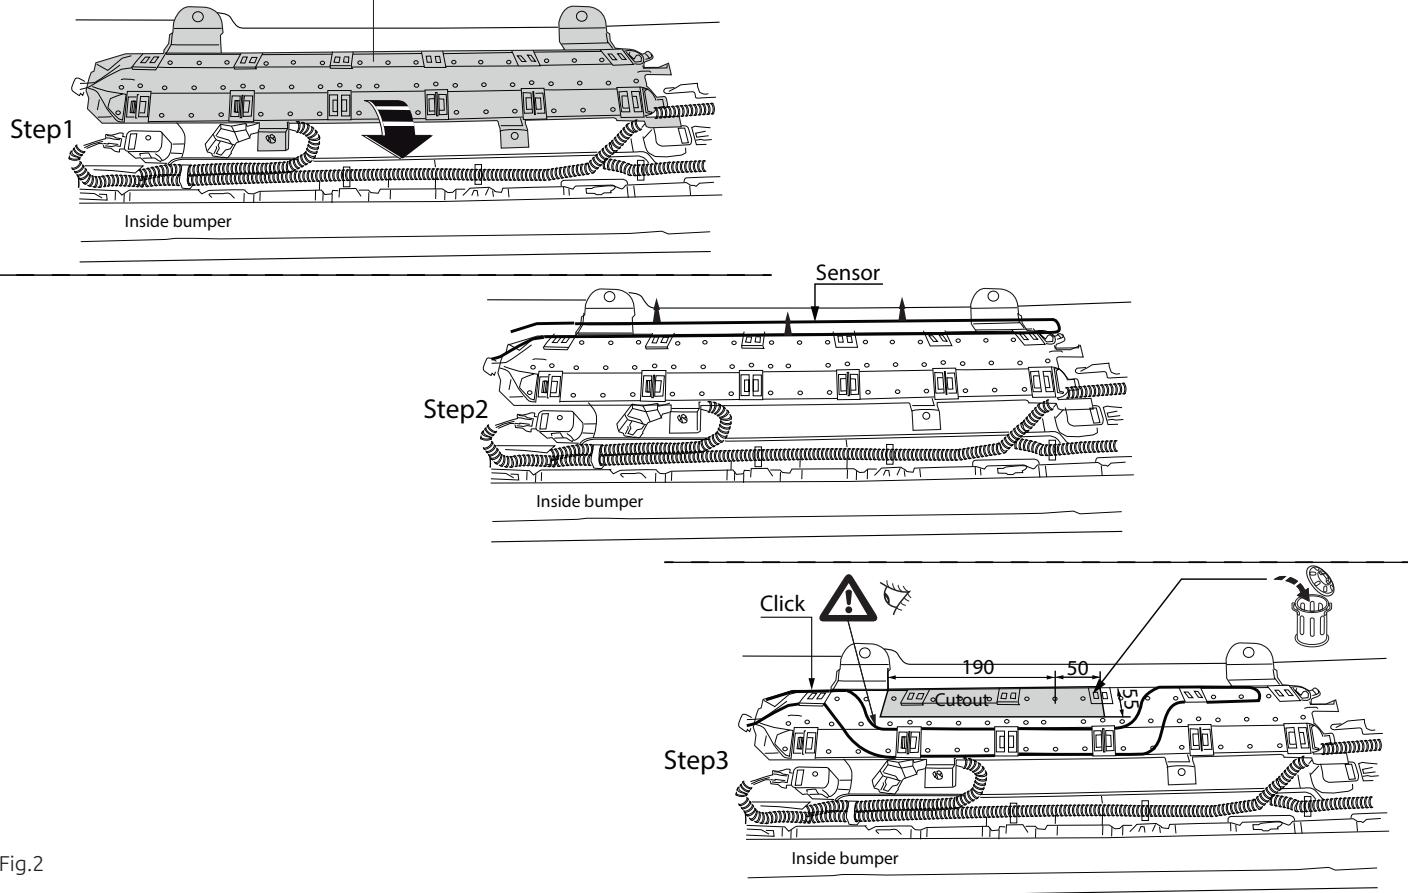

Fig.2
2. Внимание, если имеются: демонтируйте парковочный датчик. См. рисунок 2